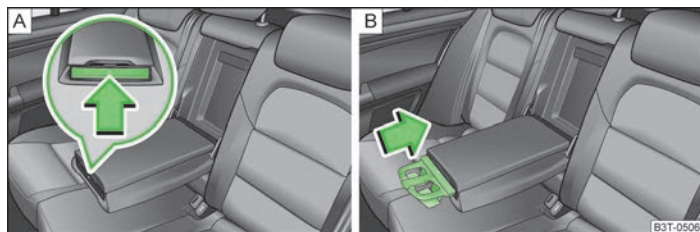

Fig. 83 Apoyabrazos trasero: Soporte de bebidas / Guardar el soporte de bebidas
- » Presionar la parte frontal del apoyabrazos en el sentido de la flecha » fig. 83 - **A**, el soporte de bebidas saldrá hacia fuera.
- » Para introducir el soporte de bebidas, presionar en la parte central del soporte de bebidas » fig. 83 - **B** y meterlo en el apoyabrazos.